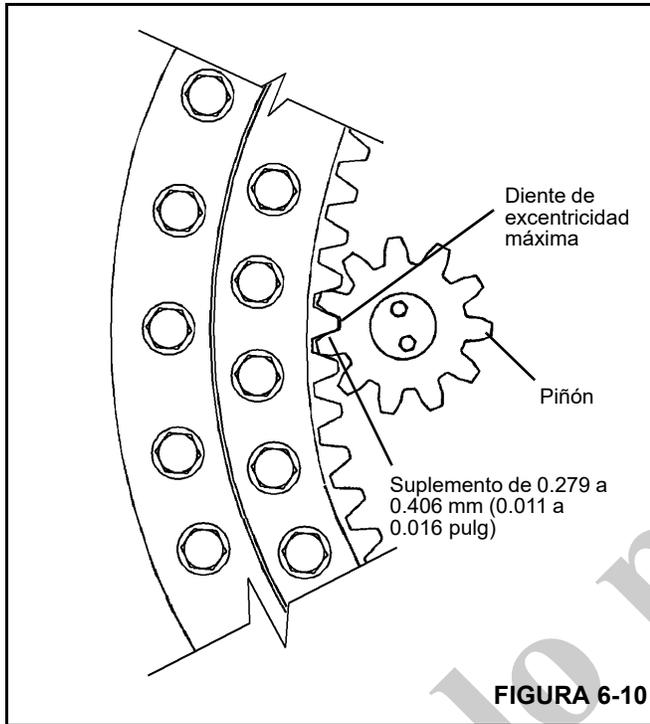

FIGURA 6-10
6. Instale el piñón del mando de giro de modo que su punto alto (excentricidad máxima) quede alineado con el punto alto del cojinete de la torreta. Revise el juego entre dientes con un suplemento de 0.279 a 0.406 mm (0.011 a 0.016 pulg) de grosor (Figura 6-10). Si es necesario mover el piñón para obtener el juego entre dientes apropiado, consulte a su distribuidor local.